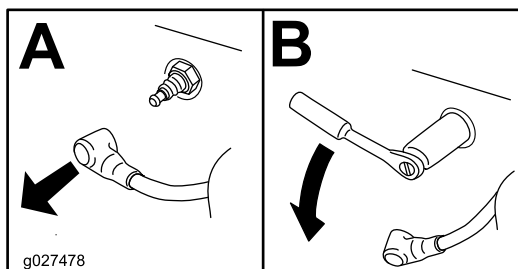

Figure 44
4. Enlevez la bougie (Figure 44).